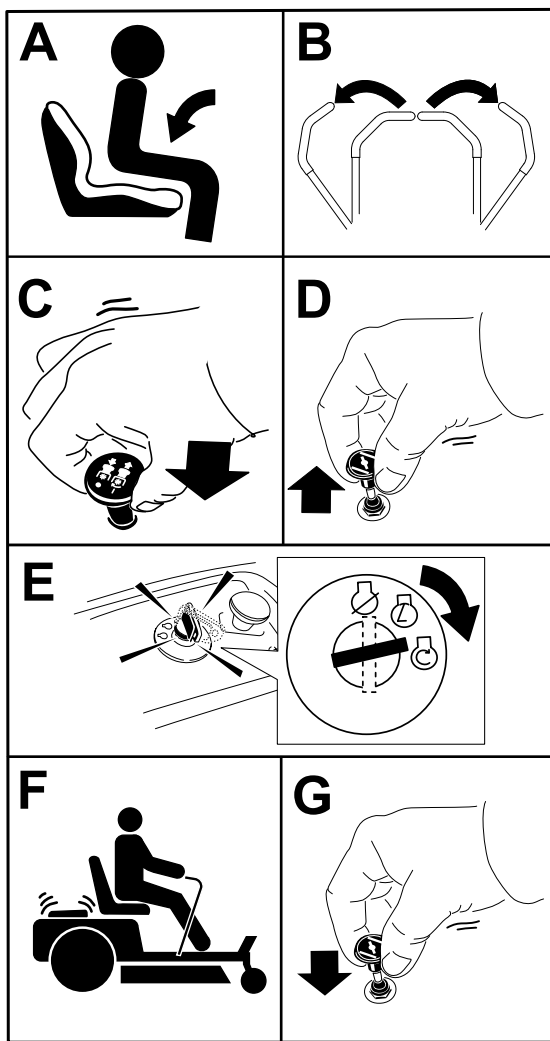

Рисунок 24
1. Выключите ножи, переместив переключатель управления ножами в положение ВЫКЛ (Рисунок 24).